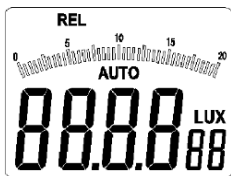

图 3-1-2A
1. 短按 REL/PEAK 键(相对值测量、峰值测量组合键)，LCD 接口左上方显示“REL”字样（如下图 3-1-2A 所示），进入相对值测量模式；